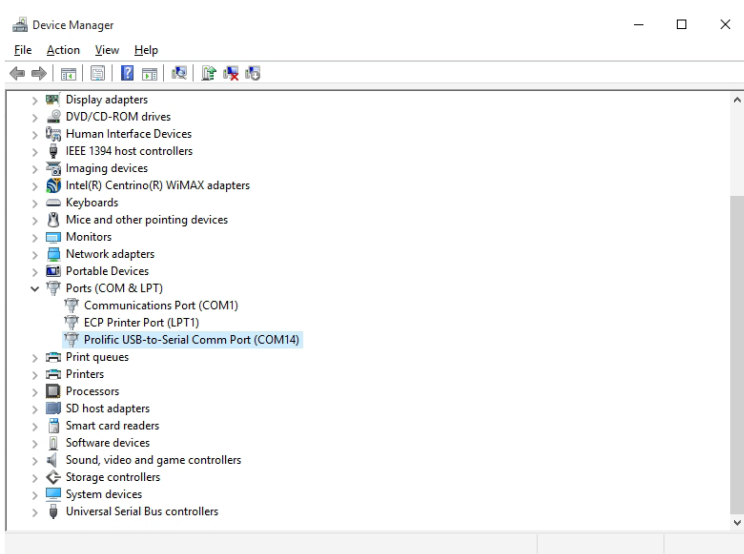

Figura 39: Puerto COM en la ventana de Administrador de dispositivos
- Encuentre el puerto COM para el cable IR. Por ejemplo, (Figura 39) muestra **COM 7** para el cable IR conectado con un adaptador de USB a serial, "Puerto de com. USB a serial prolífico".